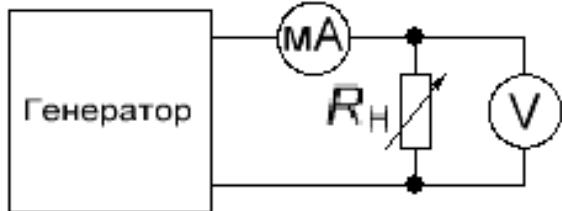

Рис. 1.5
– в лаборатории (а. 316) соберите схему с вольтметром и миллиамперметром, представленную на рис. 1.5.